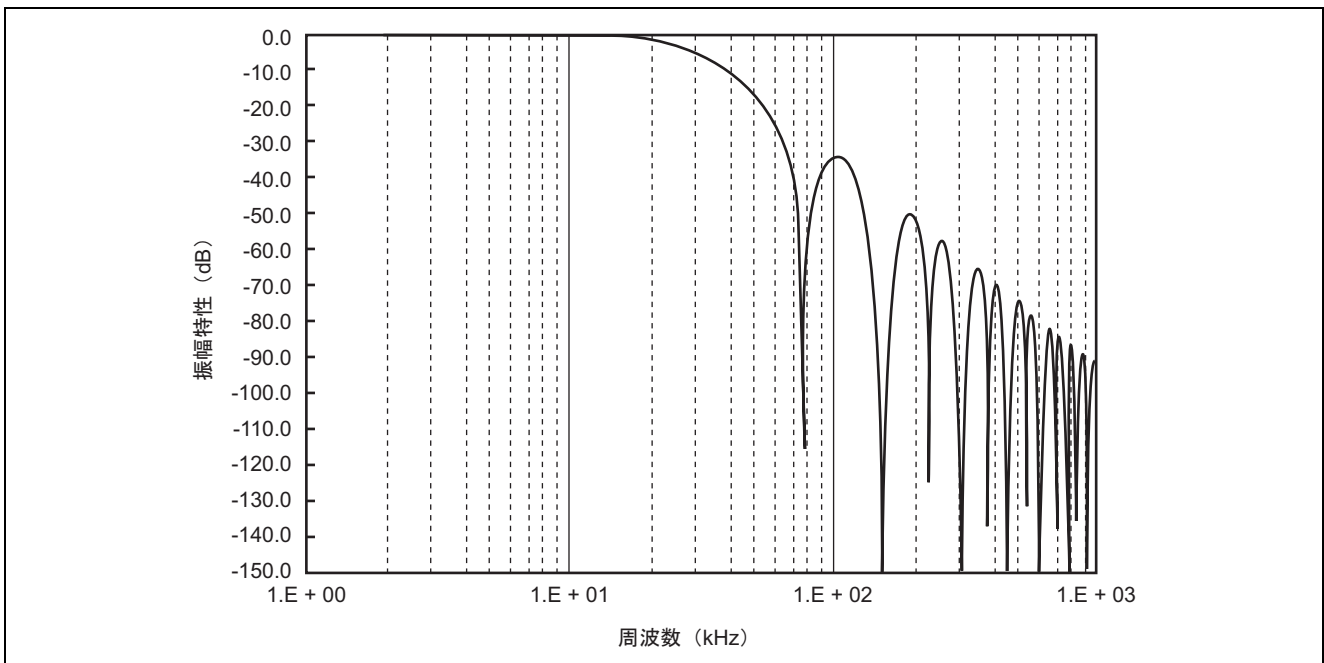

図 7.3 H8/38086R デジタルフィルタ周波数特性
- どちらも同じ特性ですが、X 軸を対数目盛りにしたものが図 7.3 です。